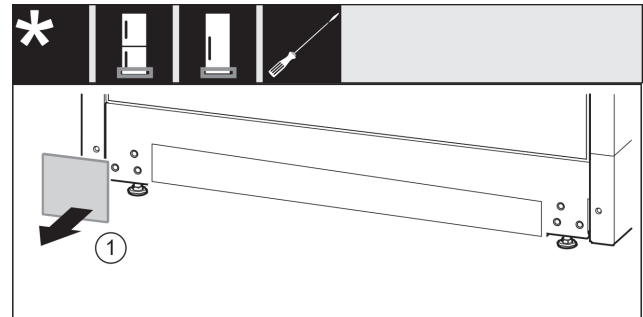

Fig. 16
- ▶ Vegye le a borítást. Fig. 16 (1)